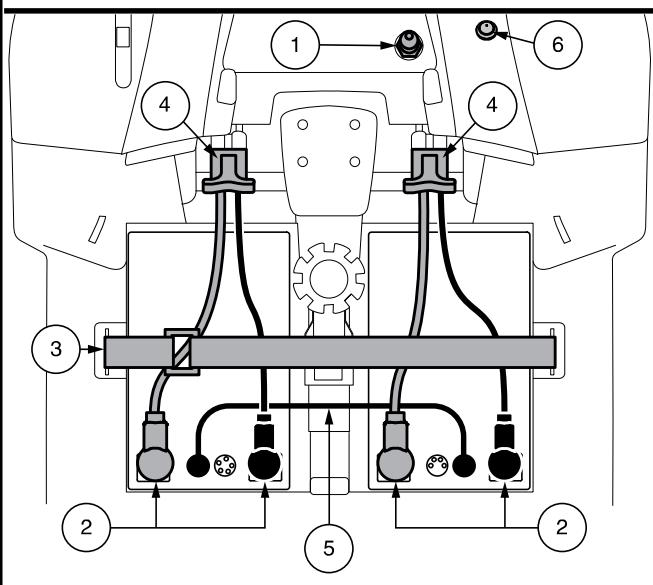

Abb. 12. Batterie Ausbau/Einbau Batteriepole und stecker
3. Bei allen *Modellen AUSSER 614 und 714* ziehen Sie bitte das von vorne nach hinten verlaufende Kabel ab. Entfernen Sie beide Batteriekabel, indem Sie jedes Kabel aus seinem Gegenstecker ziehen. **Siehe Abb. 12.**
6. Legen Sie in jedes Batteriefach eine neue Batterie ein. Drehen Sie die Batterieklemmen jeder Batterie von der Sattelstütze weg, so dass die positiven (+) und negativen (-) Batterieklemmen wie in **Abb. 12** angezeigt positioniert sind.
WARNUNG! In einer Notsituation können die Batterien schnell getrennt werden, indem der Not-Batterietrennriemen nach VORN gezogen wird. Lass Vorsicht walten. Beachten Sie, dass das Ausschalten des Scooters dazu führen kann, dass der Scooter abrupt anhält. Um den Notstopp zu lösen und die Fahrfähigkeit des Scooters wiederherzustellen, entfernen Sie den Sitz und die Batterieabdeckung und schließen Sie den Batteristecker wieder an, wie in Abb. 12 gezeigt.
HINWEIS: Stellen Sie (falls vorhanden) sicher, dass sich der Batterietrennschalter in der Position „Ein“ (-) befindet, bevor Sie die Batterie Ihres Fahrzeugs laden. Die Batterie wird NICHT aufgeladen, wenn sich der Batterietrennschalter in der Position „Aus“ (O) befindet. Siehe Abbildung 12.
WARNUNG! In einer Notsituation können die Batterien schnell abgeklemmt werden, indem der Batterietrennschalter in die „Aus“-Position gedrückt wird, wodurch der Knopf herausspringt. Lass Vorsicht walten. Beachten Sie, dass das Abschalten der Stromversorgung des Scooters dazu führen kann, dass der Scooter abrupt stoppt. Um den Notstopp zu lösen und die Fahrfähigkeit des Elektromobils wiederherzustellen, drücken Sie den Batterietrennknopf noch einmal und drücken Sie ihn nach unten in die „Ein“-Position. Siehe Abbildung 12.